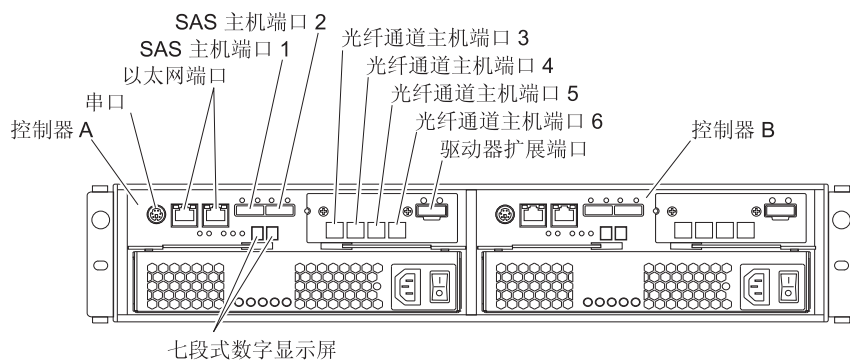

图 55. 存储控制器上主机接口的位置
2. 将光纤通道电缆连接到控制器主机端口中的 SFP 模块以及光纤通道交换机中的 SFP 模块或主机总线适配器上的光纤接口。第 62 页的图 55 显示了控制器上与主机系统电缆连接的存储子系统端口的位置。